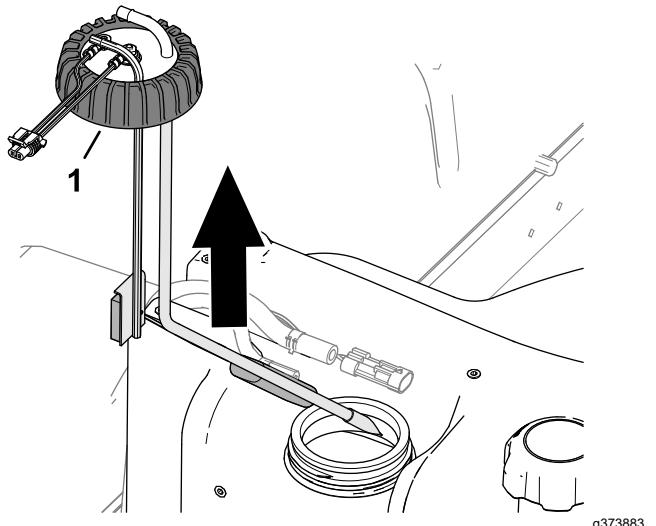

Bild 121
5. Lösen Sie den Deckel des Kraftstoff-Füllstandssensors (Bild 121).